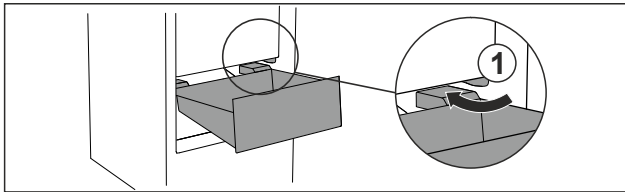

Fig. 98
- Guider le tiroir en biais en contournant les butées Fig. 98 (1).